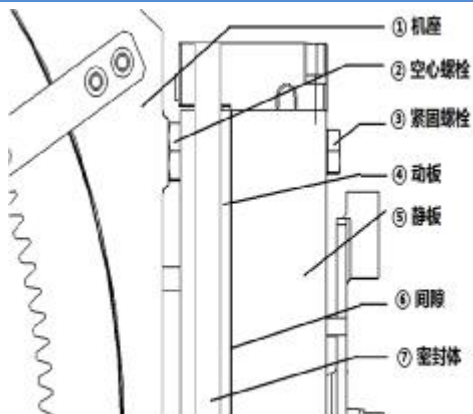
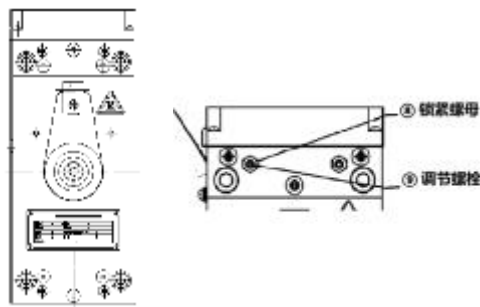

图 43 制动器各部件图
图 44 制动器外观 1 及降噪机构(选配)
通过调整制动器气隙⑥ (P25 图 43/P25
图 44)，从而调整制动器刹车片与转子的气隙。制动器动板④与静板⑤之间通过 4 个空心螺栓②连接，制动器通过 4 个紧固螺栓③安装并固定于机座①上（紧固螺栓穿过空心螺栓）。通过调节空心螺栓及紧固螺栓来调节制动器气隙⑥，制动器气隙由密封体⑦进行保护，制动器噪音由锁紧螺母⑧、调节螺栓⑨控制。但如(P25 图 45)所示外观制动器时不需对⑧、⑨进行调节，其他调节方式同 (P25 图 43) 所示制动器
（P25 图 43/P25
I （P25 图 43/P25